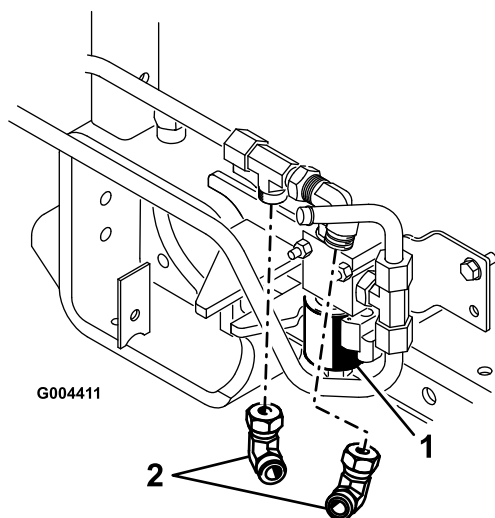

Bild 4
2. Montieren Sie das 90-Grad-Anschlussstück am Ventil, die Winkel sollten den abgebildeten (Bild 4) entsprechen.